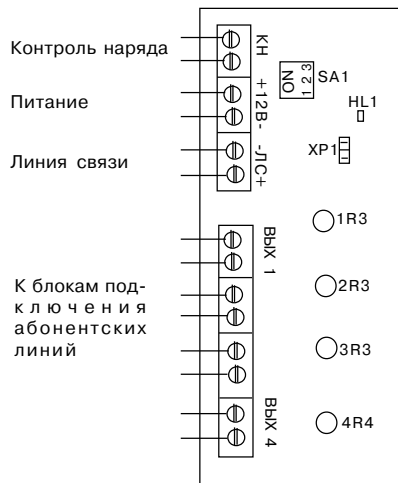

Рис. 24.
1.3.9.1. Схема внешних подключений БВУ приведена на рис. 24.